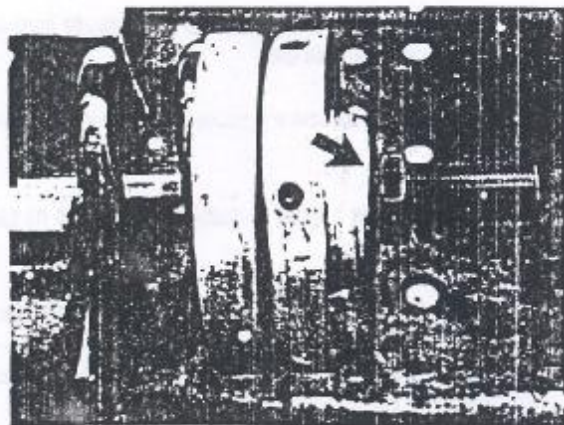

Figura 4.13.6 - Porca de retenção da mola
11. Girar a porca da haste no sentido anti-horário, com a ferramenta G 4.13.01A, de modo a eliminar a tensão da mola helicoidal (Figura 4.13.6). Remover a porca, a arruela e o isolador de borracha.
8. Instalar a porca da haste e apertá-la com a ferramenta G.4.13.01A, até que a mesma encoste no final de seu curso (Figura 4.13.6).